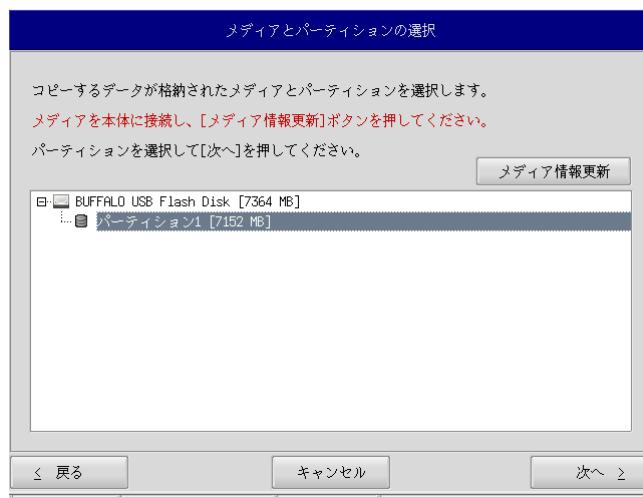

図 5-2-3. メディアとパーティション選択画面
- ⑥ メディアとパーティション選択画面(図 5-2-3)が表示されます。バックアップUSBを本体に接続し、[メディア情報更新]ボタンを押してください。バックアップUSBのパーティションを選択し、[次へ]ボタンを押します。